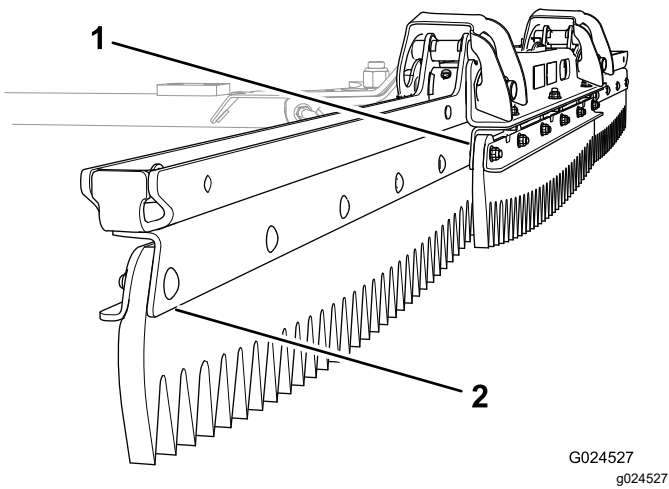

Рисунок 5
1. Расположите узлы таким образом, чтобы верхняя пластина центрального узла была направлена вперед и верхняя пластина каждого бокового узла была направлена назад (Рисунок 5).